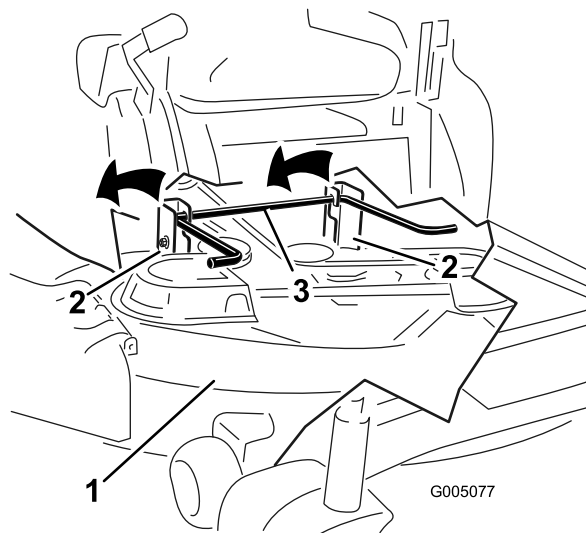

Figura 54
5. Eleve la parte trasera de la plataforma del cortacésped y coloque los soportes sobre la varilla de elevación trasera (Figura 54).